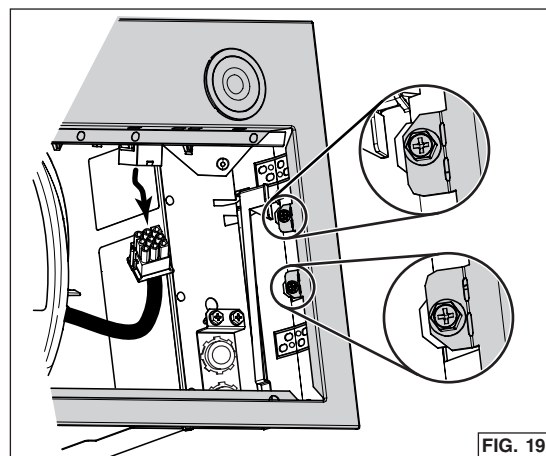

FIG. 19
5. Desenchufe el cable del ventilador de su conector en el panel frontal. Quite el panel frontal del aparato retirando los 4 tornillos de sujeción (dos por lado, rodeados en la FIG. 19). Poner el panel frontal y los tornillos a un lado.